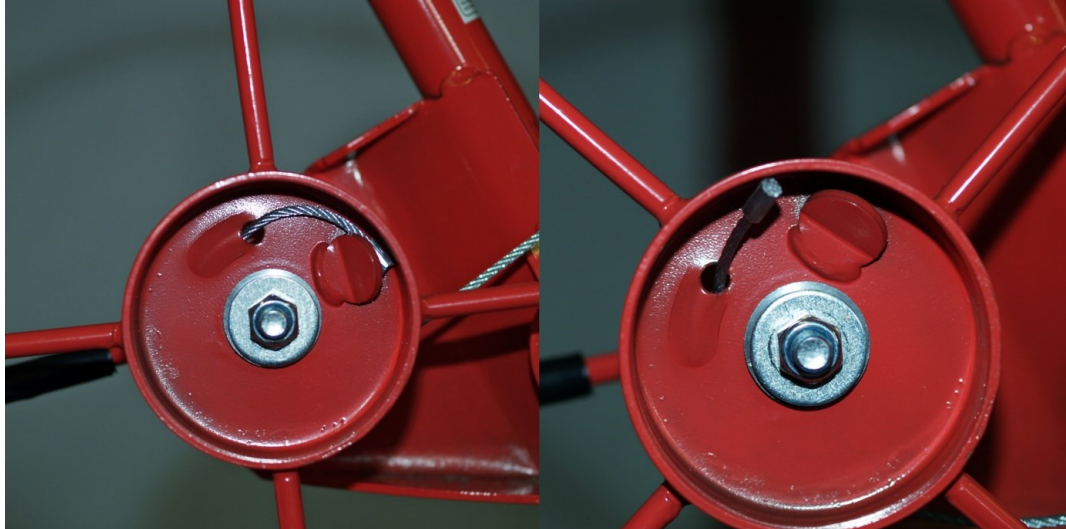

Abbildung 1
3. Seil aus Sicherung entfernen (Abb. 1).